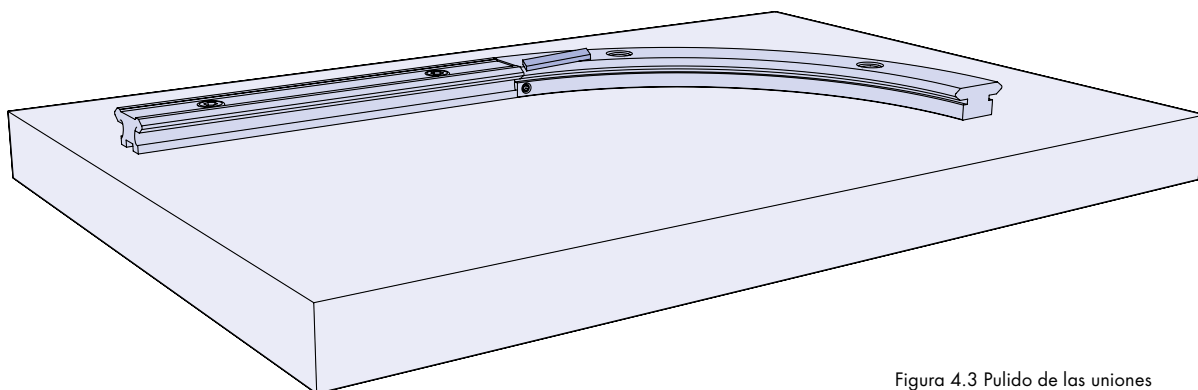

Figura 4.3 Pulido de las uniones
4.3 Una vez en su posición, puede que las guías necesiten un ligero pulido con una piedra de aceite lubricado (figura 4.3). Este proceso eliminará un mínimo de material para dejar una superficie armoniosa entre el tramo recto y el segmento curvo. La unión se puede comprobar con un carro para confirmar que se ha obtenido la calidad deseada.